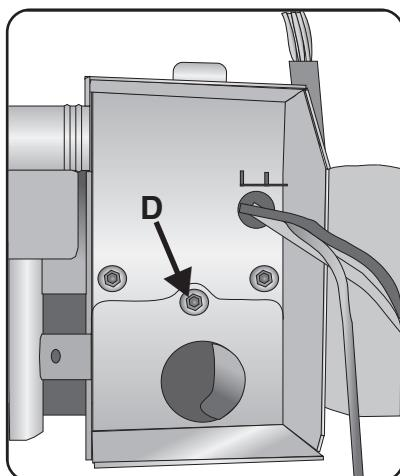

Figure 14
2) Retirer la plaque de réducteur de tension en enlevant la vis à l'arrière de la boîte de jonction, comme à la figure 14, lettre D et en faisant glisser la plaque vers l'extérieur.